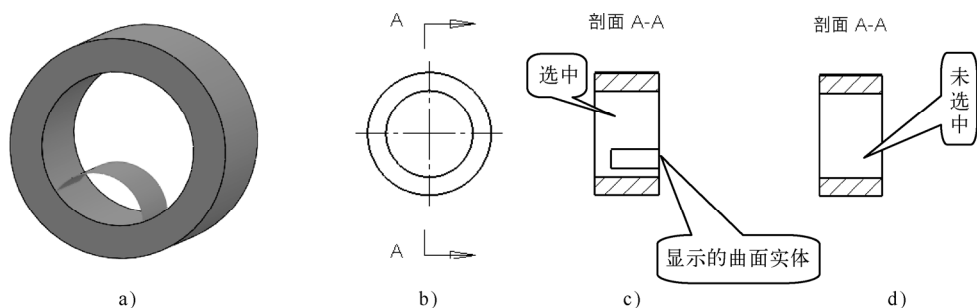

图 7-30 “显示曲面实体”复选框的作用
- “显示曲面实体”复选框：设置将模型中的曲面实体显示出来，如图 7-30 所示。